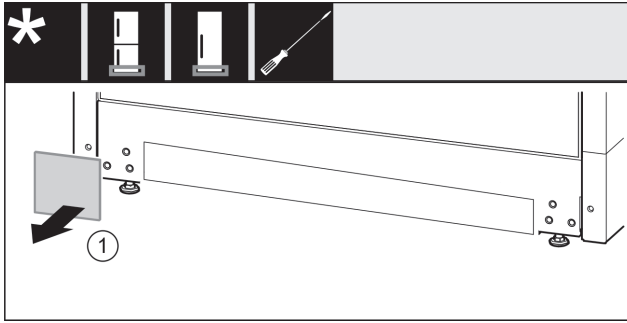

Fig. 35
- ▶ Retirar la cubierta. *Fig. 35 (1)*